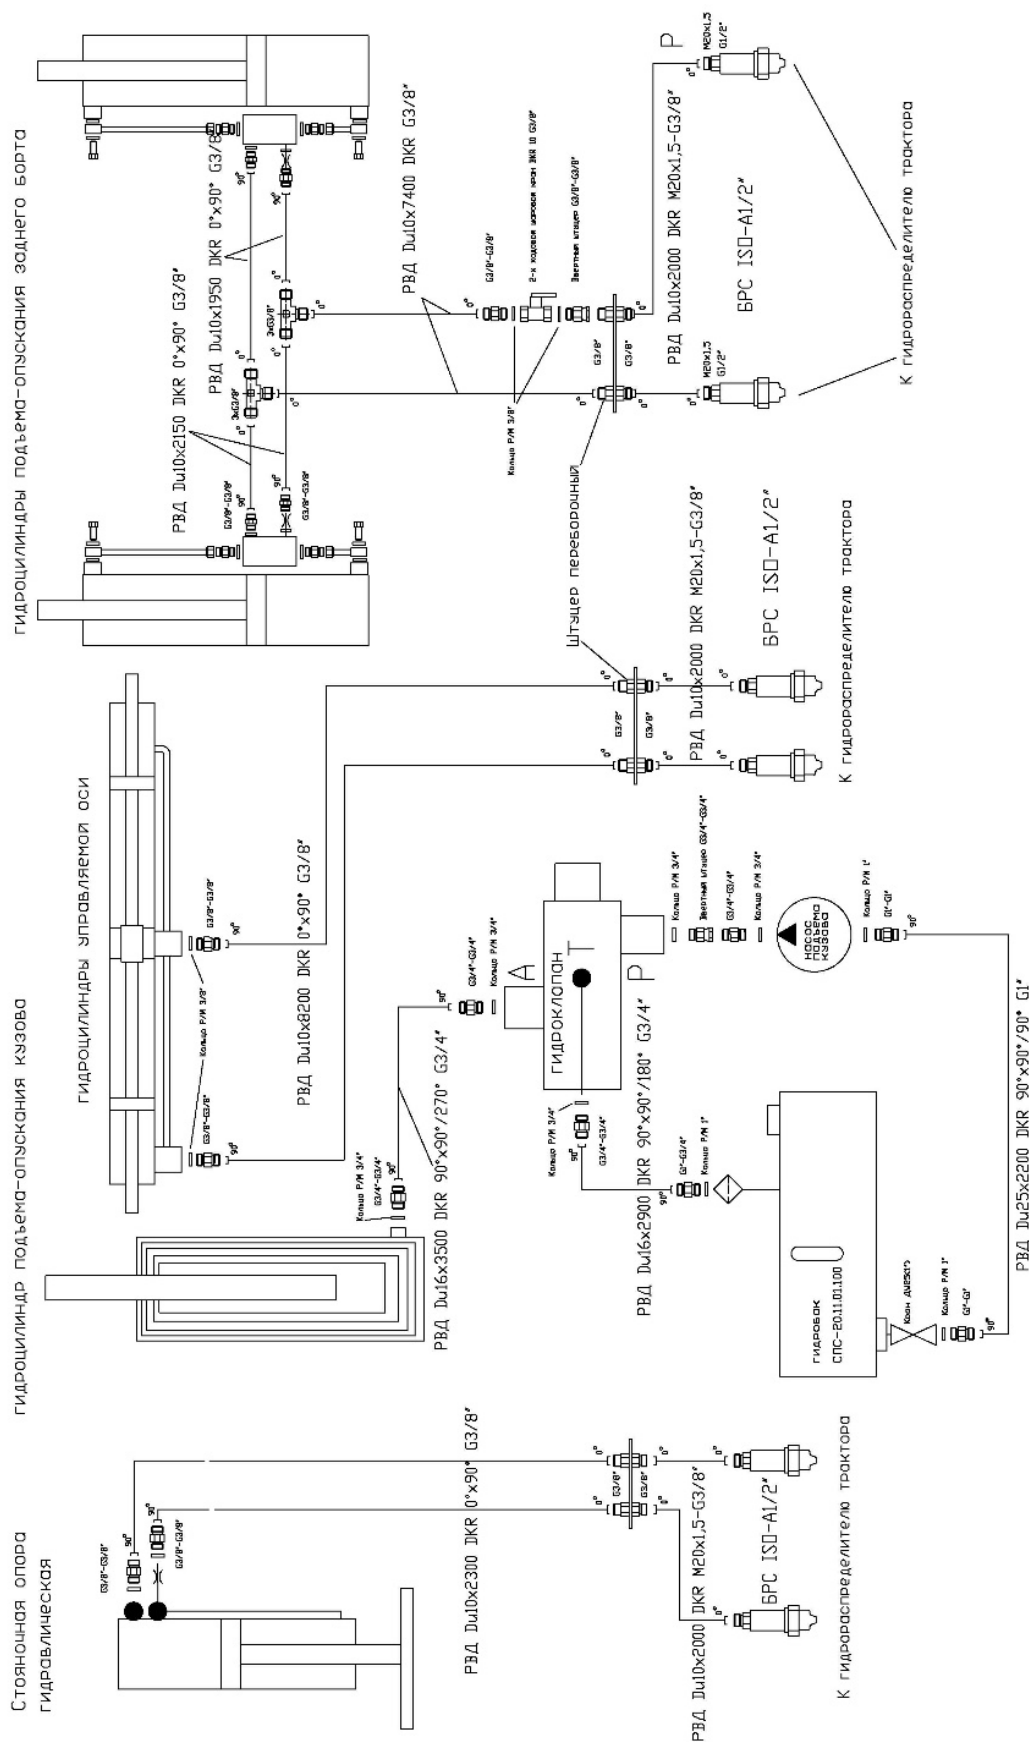

Рисунок 2 – Схема соединений гидрооборудование полуприцепа
2.4 Гидрооборудование (рисунок 2) полуприцепа состоит из четырех независимых контуров: